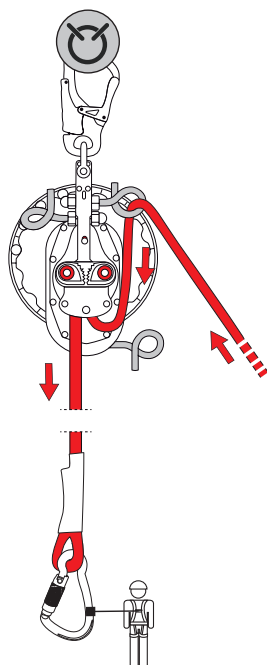

Fig.6
- d) faire descendre la personne en laissant coulisser la corde libre (fig. 6),